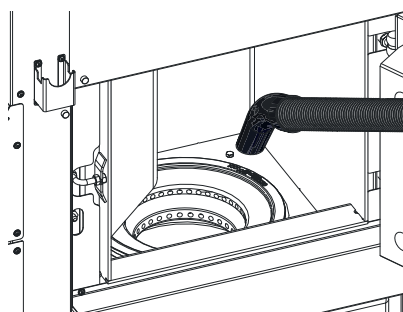

Fig. 41 Éliminer les résidus de combustion de la chambre de combustion
- Éliminer les résidus de combustion de la chambre de combustion à l'aide d'un aspirateur – Fig. 41.